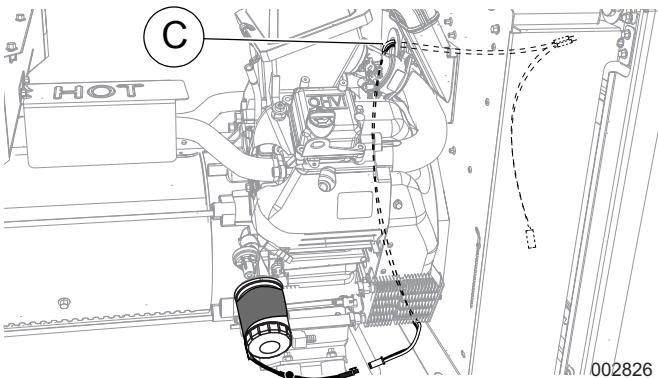

Рисунок 7. Прокладывание проводов обогревателя (11–22 кВт)
- Вставьте разъем в одно из гнезд Y-образного жгута (B).
- См. Рисунок 7. Протяните подводящие провода и пустое гнездо Y-образного жгута под двигателем и через изолирующую втулку жгута (C) в разделительной панели двигателя.